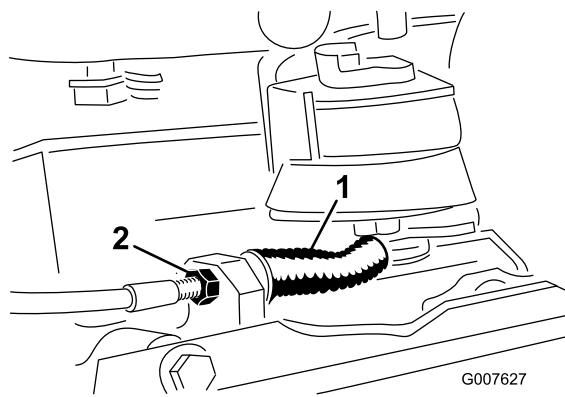

図 33
- ・ケーブルの張りをゆるくするには、ケーブルの前ジャムナットをゆるめて後ジャムナットを締める（図 33）。必要に応じて上記ステップ1と2を繰り返して再調整する。
- ・ケーブルの張りを強くするには、後ジャムナットをゆるめて前ジャムナットを締める（図 33）。必要に応じて上記ステップ1と2を繰り返して再調整する。